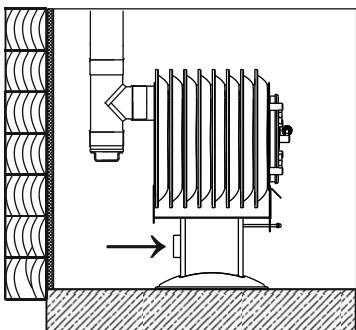

Рисунок 5. Вариант установки печи без подачи уличного воздуха
Внимание! При установке печи без подачи уличного воздуха (рис.5), необходимо, в обязательном порядке, удалить заглушку патрубка Ø80 мм (15).
Рисунок 5. Пример монтажа радиаторной отопительной печи «Фаренгейт» в помещении из горючих материалов (дерева) с установкой печи на основание из негорючего материала и присоединением к дымоходу
- пол из горючих и трудногорючих материалов перед дверкой топки застелить металлическим листом размером 700×500 мм (рисунок 5).